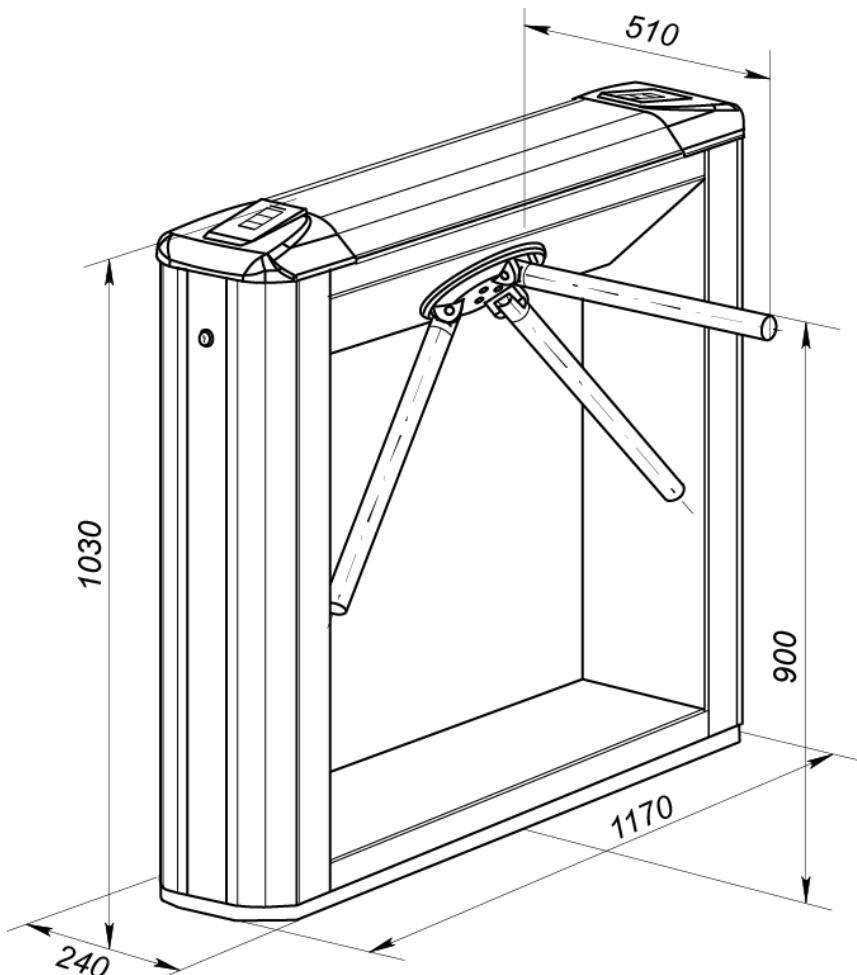

Рисунок 1. Габаритные размеры ЭП
Габаритные размеры (длина × ширина × высота) (см. рис. 1), мм:
Габаритные размеры ЭП представлены на рис.1.
Стойка ЭП состоит из каркаса (1), основания (2) и крышки (3). Стойка крепится к полу четырьмя анкерами через отверстия в основании (2). Габаритные размеры ЭП показаны на рис. 1.